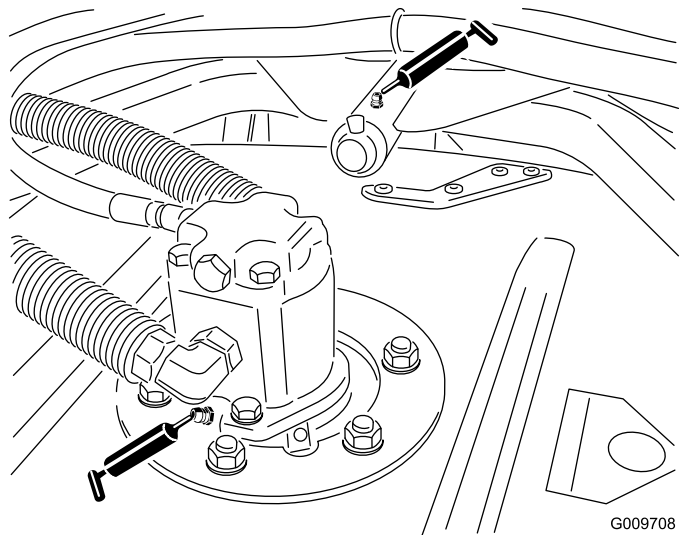

Figura 42
- Cojinetes de los ejes de las unidades de corte (2 por unidad de corte), como se muestra en la Figura 42
- Casquillos de los brazos de las unidades de corte (1 por unidad de corte), como se muestra en la Figura 42